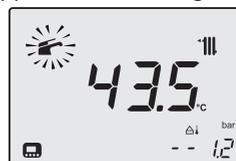

Figura 2.25
- il valore di "set" dell'acqua calda sanitaria ed il simbolo  lampeggiano. Il fondo del display appare illuminato (Figura 2.25).